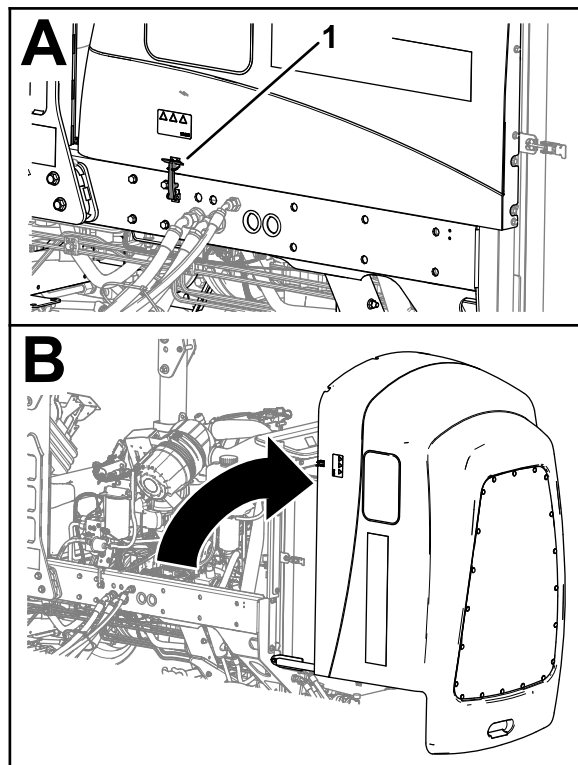

Figura 58
1. Desenganche los 2 cierres del capó (Figura 58).